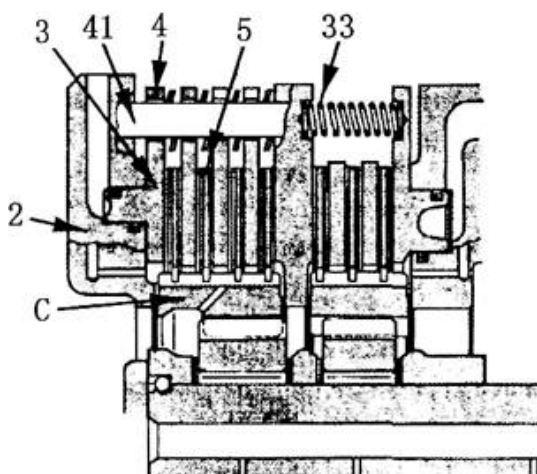
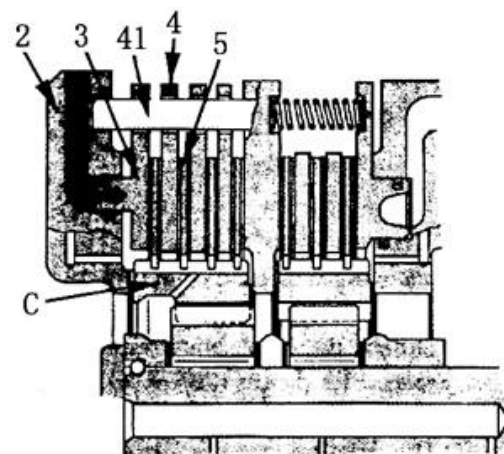

Рис. 5-25
Рис. 5-26
Метод установки планетарной шестерни, как показано на Рис. 5-25, осуществляется при помощи муфты. Включение муфты происходит посредством масла, подаваемого под давлением с регулировочного клапана, нажимающего на поршень (3) (см. Рис. 5-26)